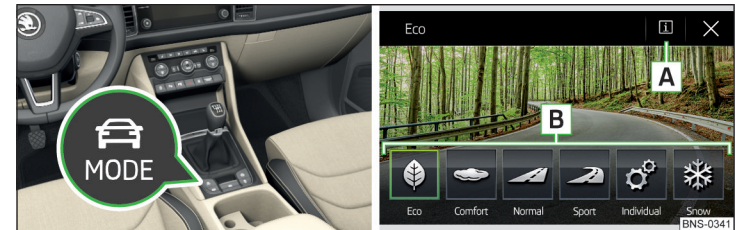

Abb. 306 Taste für die Auswahl des Fahrmodus / Anzeige im Infotainmentbildschirm
Die Taste  » Abb. 306 drücken.
» Abb. 306.
- Durch Antippen der entsprechenden Funktionsfläche im Infotainmentbildschirm » Abb. 306.